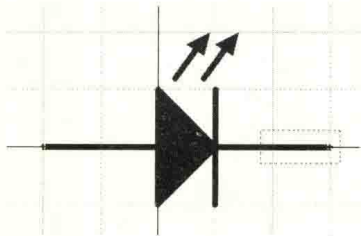

图 12-15 完成之后的 LED
(4) 执行菜单命令“Place-Pin”，在三角形两端各放置一个管脚，然后稍微调整下元件的协调性和美观性，如图 12-15 所示。